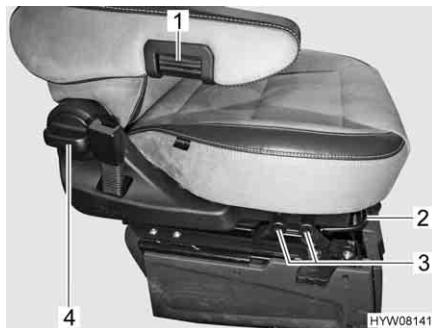

Fig. 21 Regolazione del sedile
- Tirare la staffa (Fig. 21,2) verso l'alto.
- Tirare la relativa leva (Fig. 21,3) verso l'alto.
- Ruotare la maniglia (Fig. 21,4).
- Per una regolazione precisa, ruotare la rotella zigrinata (Fig. 21,1). A seconda della direzione di rotazione il bracciolo si muove verso l'alto o verso il basso.